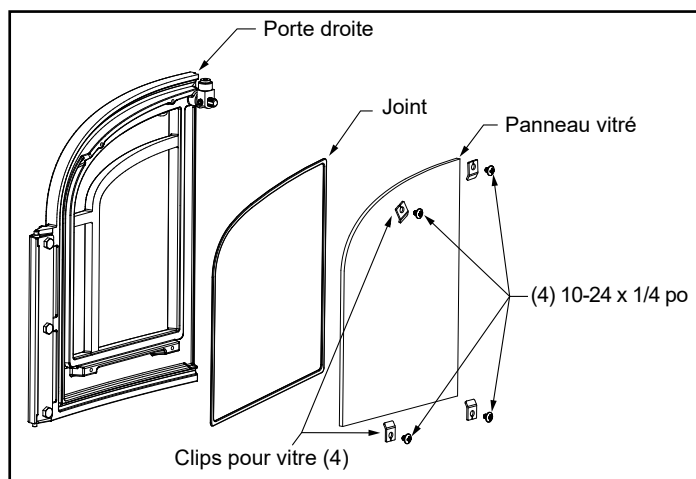

Figure 3.2 – Vue éclatée de l'assemblage de la vitre de la porte droite.
2. Attachez la vitre sur les deux portes à l'aide des clips de retenue. Serrez toutes les vis (figure 3.2).